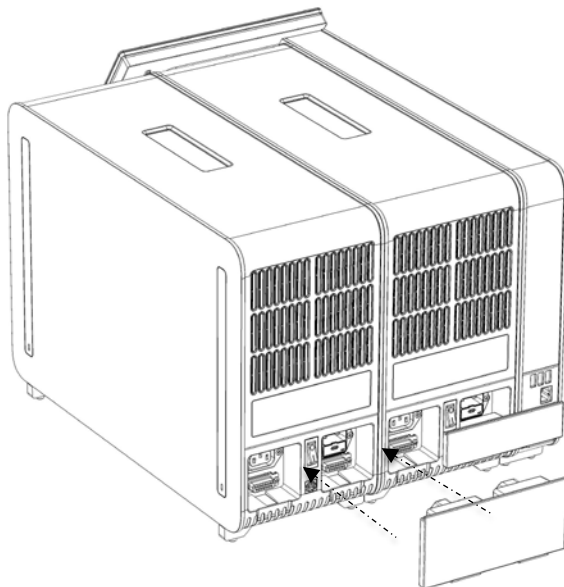

Abbildung 18: Anschließen des Analyse-/Analysemodul-Verbindungsstücks
6. Bringen Sie das Analyse-/Analysemodul-Verbindungsstück an der Rückseite des QIAstat-Dx Analyzer 1.0 an, um die beiden Analysemodule miteinander zu verbinden (Abbildung 18, nächste Seite).